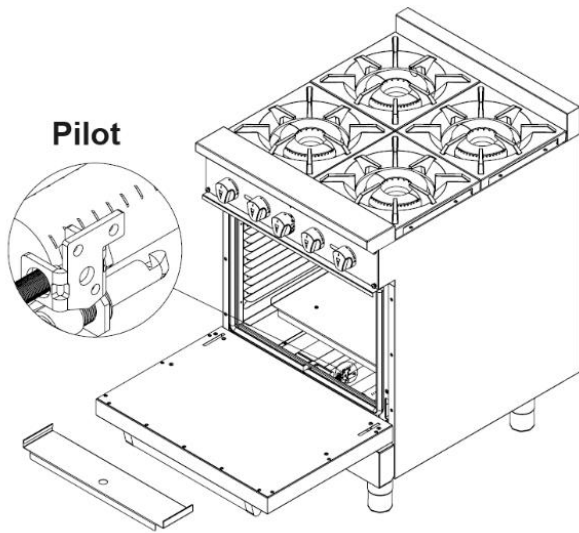

Fig. 5
6. Retirez le fond intérieur du four pour accéder à la veilleuse, démontez la veilleuse de son support pour faciliter le changement de orifice. Effectuez cette procédure avec prudence pour éviter d'endommager le thermocouple ou le tube pilote. (Fig.5).